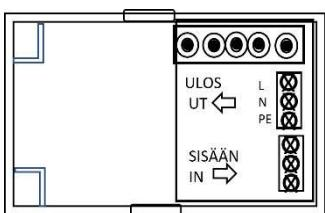

Bild 1
3. Anslut matarkabelns skyddsjord, nolla och fas till plinten märkt med **IN** i bottendelen enligt bild 1.
4. Om flera uttag skall kopplas i serie, koppla då den kabeln i plintarna märkt med **UT**. Dessa uttag är då även skyddade av jordfelsbrytaren. Se bild 1.